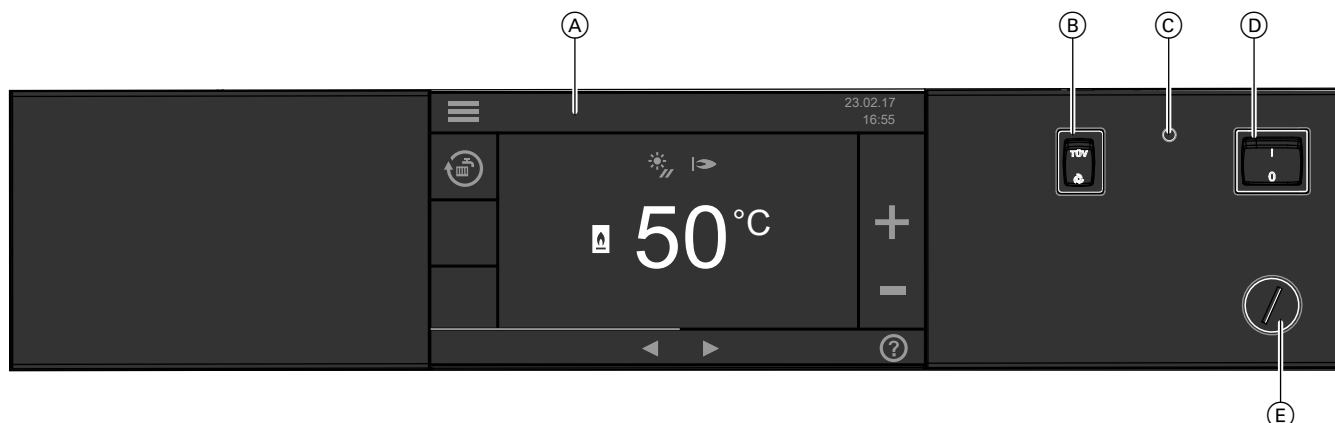

Рис. 3
**В сочетании с Vitotronic 100, тип CC1E (см. рис. 3, стр. 28)**